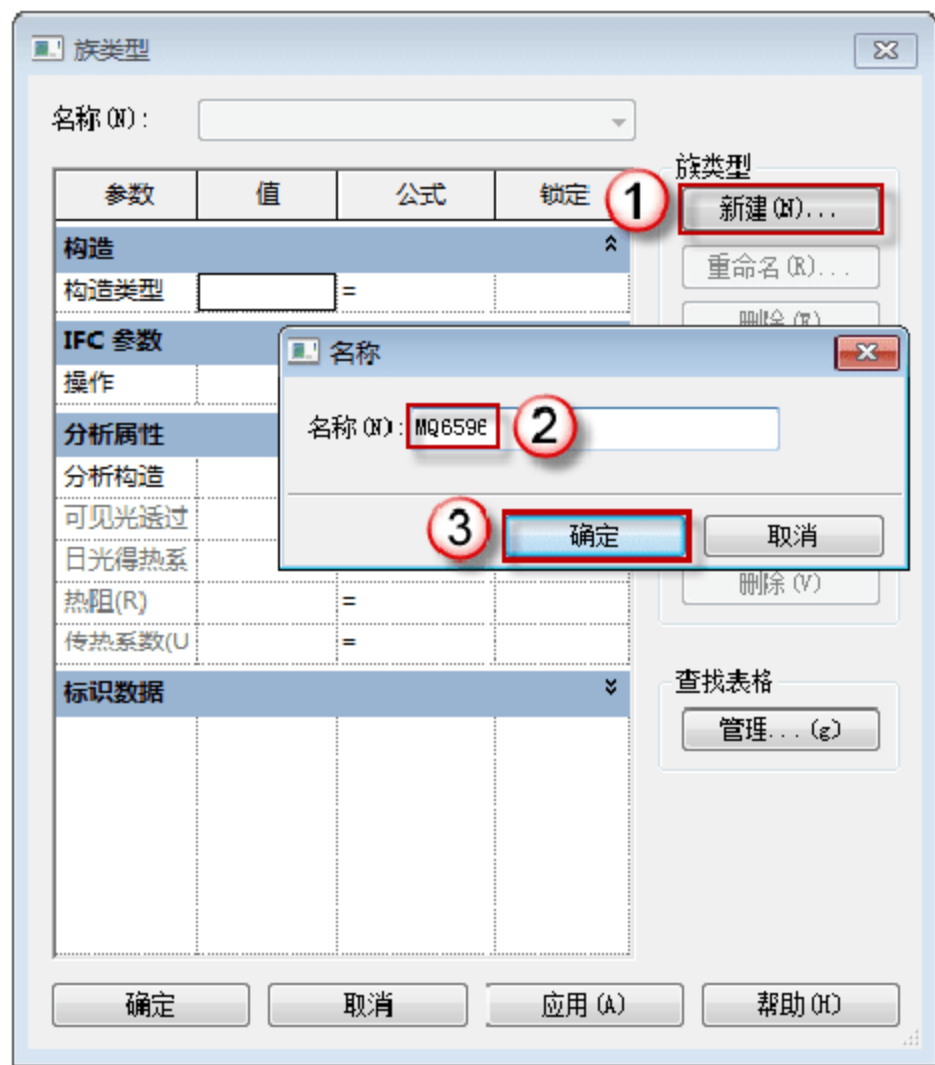

图 7.2.2 创建“MQ6596”
(2) 新建族类型。单击“族类型”按钮，在弹出的“族类型”对话框中单击“新建”按钮，弹出“名称”对话框，在“名称”一栏输入“MQ6596”字样，单击“确定”按钮，如图 7.2.2 所示。